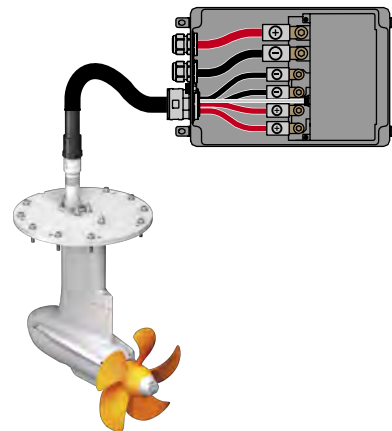

Fig. 13: Cableado del cuadro electrónico
1. Sulte los tornillos (1) del cuadro electrónico para abrirlos.
4. Conecte el cable de potencia en los polos correspondientes (rojo=+, negro=-; 10 Nm), **consulte "Fig. 13: Cableado del cuadro electrónico"**.
5. Conecte el cable del motor a la conexión de control del motor (6).